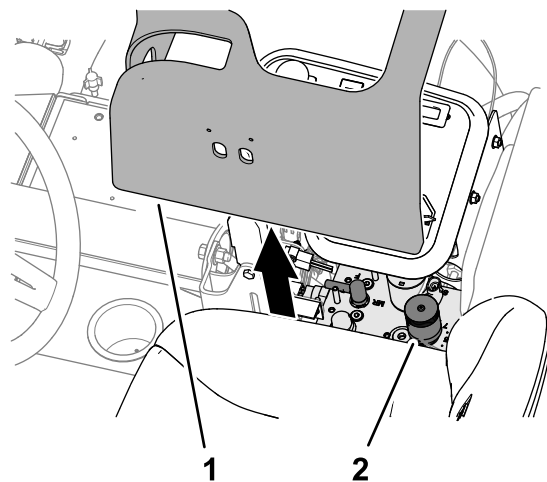

Figura 38
2. Levante a cobertura do braço de controle (Figura 38).